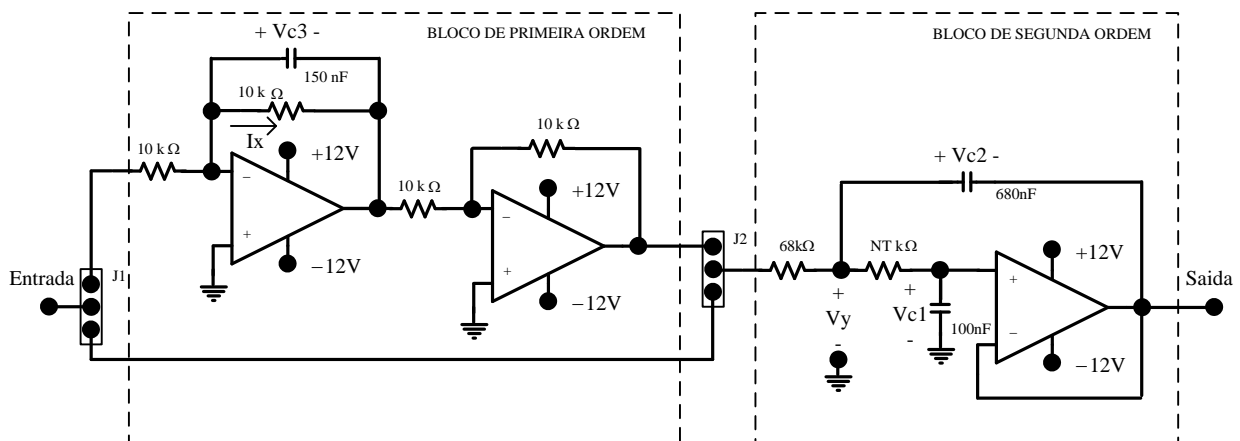

Figura 1 – Sistema analógico
1. Determinar a representação do sistema da Figura 1 no espaço de estados, verificando as características das plantas analógicas (resposta transitória).